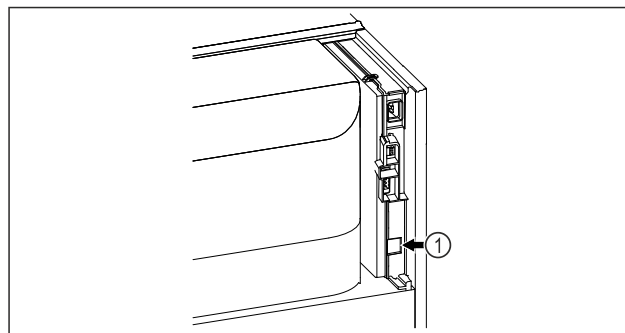

Fig. 83
- SmartModule Fig. 83 (1) on asennettu.